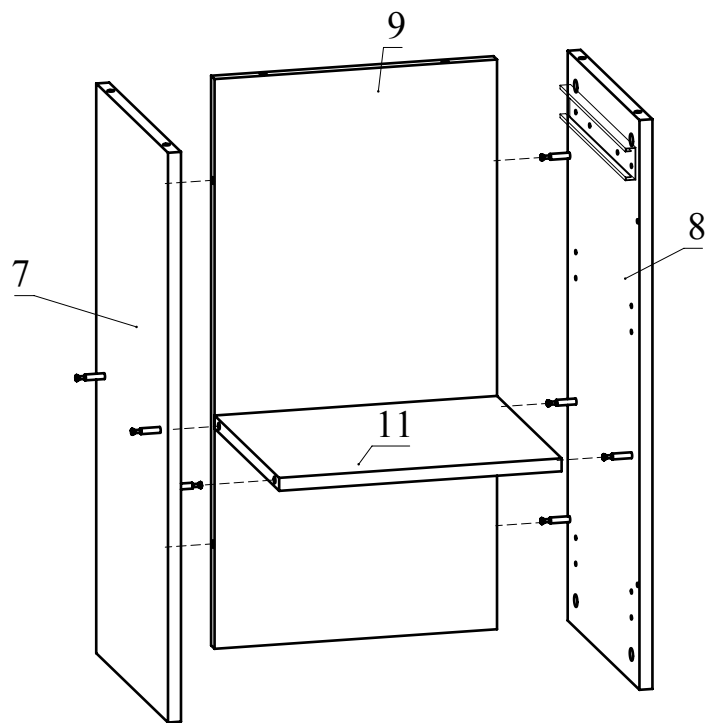

Рис. 7
6. Соберите сборку согласно схеме, затягивая головки минификсов конфирматным ключом по часовой стрелке до упора (Рис. 7).